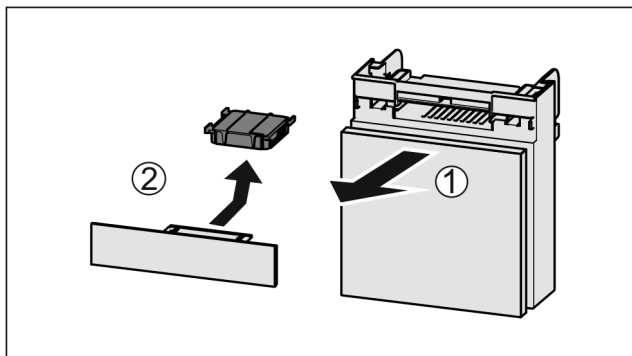

Fig. 126
- ▶ Pretinac izvucite Fig. 126 (1) prema naprijed.
- ▶ Izvadite filter s aktivnim ugljenom Fig. 126 (2).